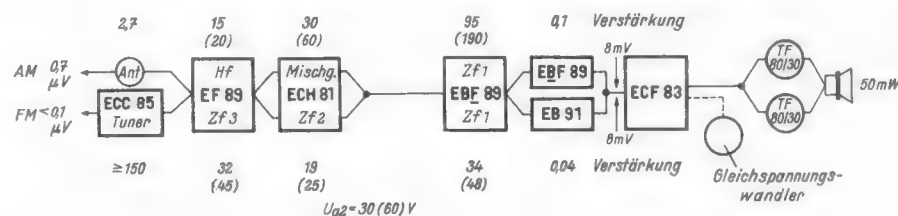

Bild 2. Blockschaltung mit Normalröhren und Gleichspannungswandler
Über ein nach diesem Prinzip in der Serie gebautes AM-Gerät wurde bereits berichtet¹⁾. Der Platzbedarf für ein solches Gerät ist nicht größer; bei AM-Betrieb haben beide Empfängertypen die gleiche Batteriebelastung von etwa 10 W und bei FM-Betrieb beträgt die Ersparnis beim Gerät ohne Spannungswandler lediglich 20 %. Bild 2 zeigt das Blockschaltbild eines entsprechenden AM/FM-Empfängers, dabei ist im Nf-Teil eine Gegenkopplung vom Faktor 2 vorgesehen. Die wesentlichen Röhrendaten und die erzielbare Verstärkung enthält Tabelle 1. Dabei wird die maximale Verstärkung entweder durch die erforderliche Schwingsicherheit 10 (FM) oder durch den praktisch erreichbaren Übertragungswiderstand Z_{Ω} (AM) bestimmt. Die im Blockschaltbild angegebenen Werte gelten für 30 V Schirmgitterspannung. Bei 60 V Schirmgitterspannung erhält man die eingeklammerten höheren Werte oder bei gleicher Verstärkung sehr kleine Übertragungswiderstände der Bandfilter (vgl. Tab.).